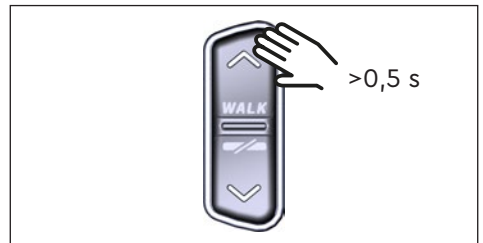

Fig. 9: Activeer loophulp
- ▶ Druk, wanneer de e-bike stilstaat, langer dan 0,5 s op de knop UP op de Remote (zie Fig. 9) om de loopondersteuning te activeren.